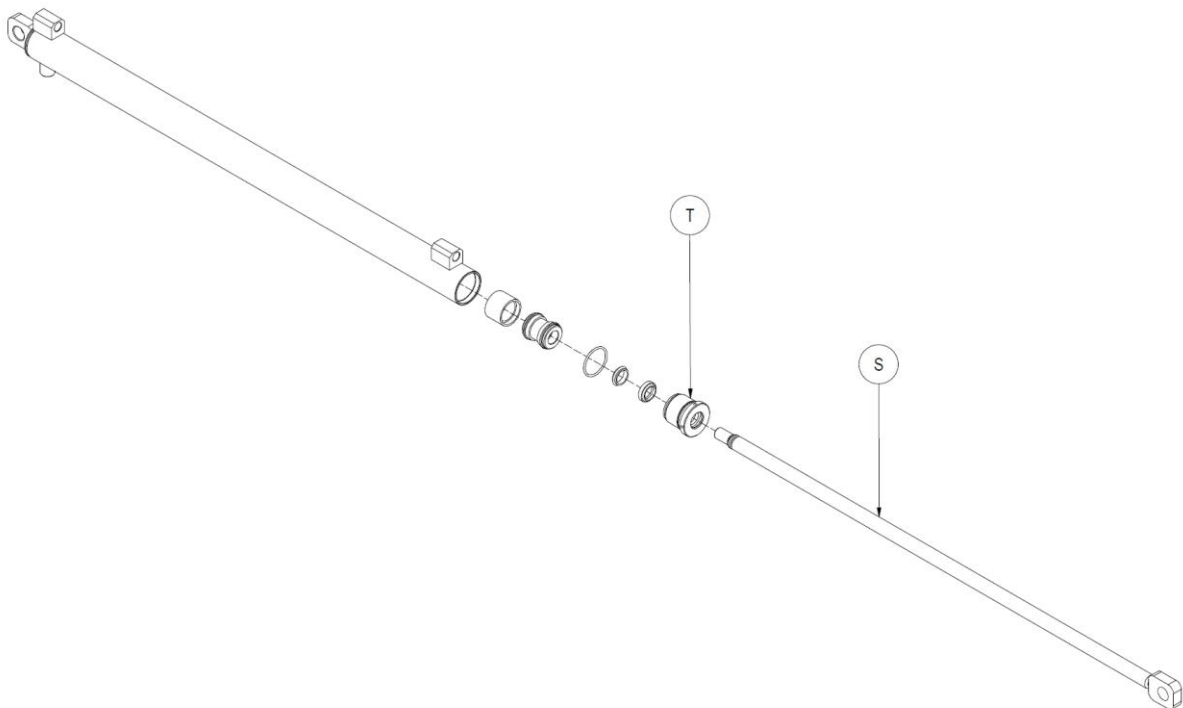

Figura 20
8. Prendere come riferimento la *Figura 20*.